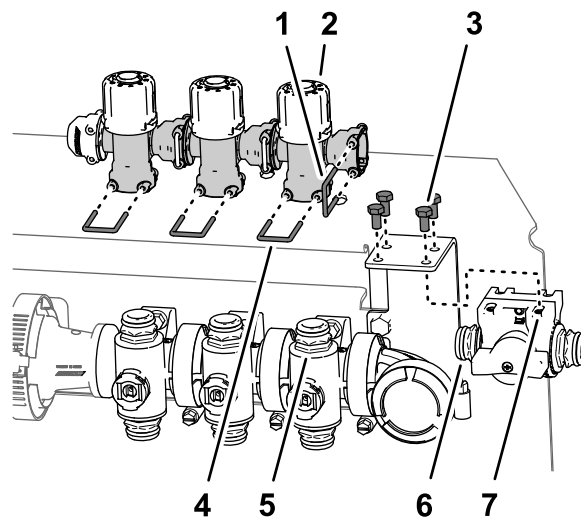

図 49
1. バイパスシャットオフバルブをバルブサポートブラケットに固定しているボルト 6 x 12 mm 4本を外す 図 49。
2. バイパスシャットオフバルブを右ブームバルブ用のバイパスバルブに固定しているリテーナを外す 図 49。
3. 3つのマニホルドバルブに付いているバイパスバルブ3個を固定しているリテーナ3本を外す 図 49。
4. マニホルドバルブのクイックカップラ3個に付いているバイパスバルブ3個を抜き出す 図 49。